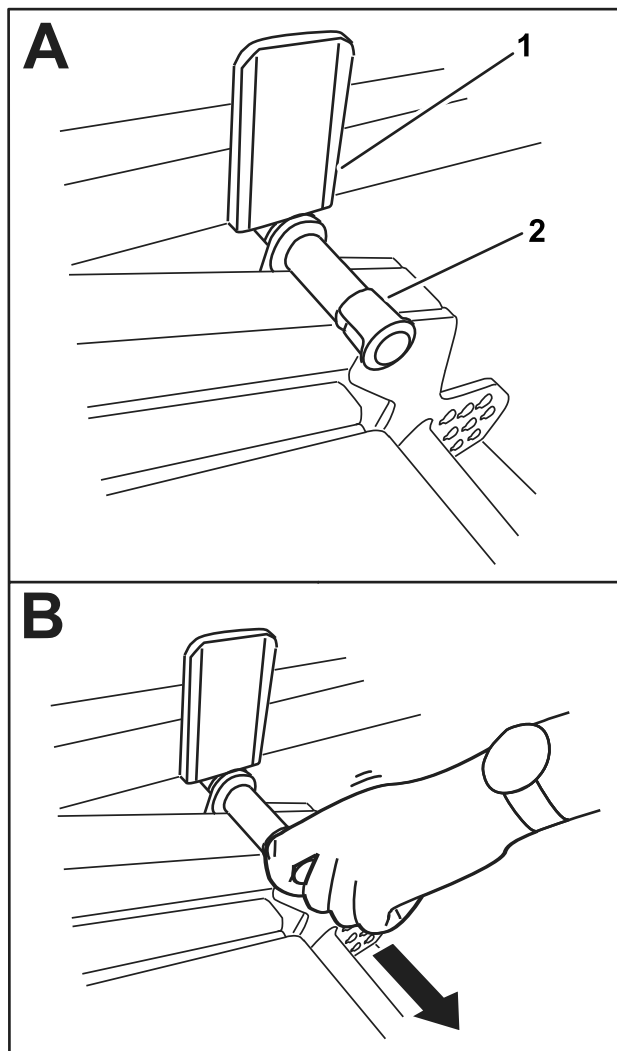

Figura 35
2. Rotii încet unitatea de tăiere în jos până când tiftul intră în contact cu placa braului de ridicare (A din Figura 35).
3. Apăsai în jos unitatea de tăiere cu piciorul, apoi scoatei tiftul (B din Figura 35) pentru a o lăsa să se aeze în poziția de TRANSPORT.